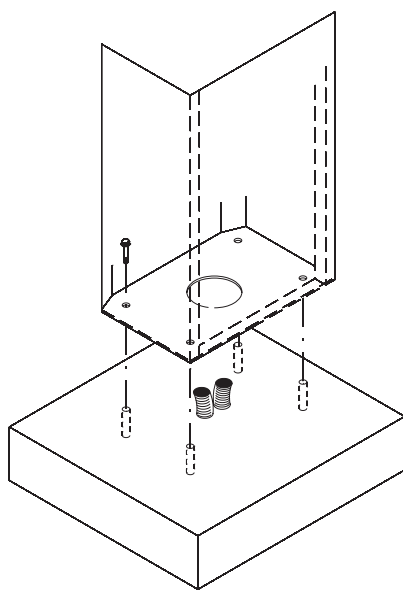
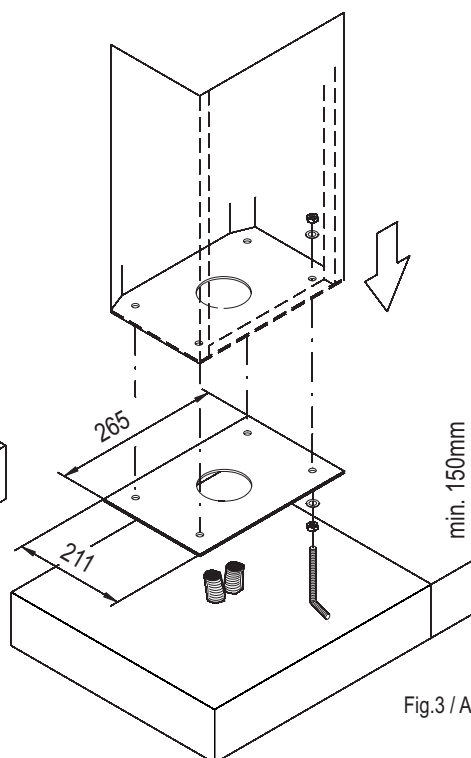

Fig. 2 / Abb. 2
Fig. 3 / Abb. 3
If the RAP-4 rests on a solid cement base, it may be fixed directly to the ground with 4 screw anchors dia. 12 (fig. 2) otherwise fixing may be done using the plate provided together with 8 nuts, 8 washers dia. 12 and 4 rag bolts (fig. 3). In this case, proceed as follows:
Wenn die RAP-4 auf einer soliden Grundlage aus Zement aufliegt, kann eine Schwelle mit 4 Spreizdübeln Ø 12 (abb. 2) direkt befestigt werden, bzw. kann die Befestigung mit Hilfe der Platte erfolgen, die zusammen mit 8 Muttern, 8 Unterlegscheiben Ø 12 und 4 Ankern geliefert wird (abb. 3). In diesem Fall ist wie folgt zu verfahren:
3. Die Montage **Platte-Anker** (abb. 3) durchführen.
Als de RAP-4 op een solide betonnen fundering steunt, dan kan de slagboom met 4 expansiepluggen met een diameter van 12 mm (fig. 2) rechtstreeks aan de grond bevestigd worden of de slagboom kan met behulp van de plaat bevestigd worden die met 8 moeren, 4 onderlegingen met een diameter van 12 mm en 4 ankers (fig. 3) bij de levering van de slagboom inbegrepen is. In dat geval moet u als volgt te werk gaan:
3. Monteer de **plaat met de ankers** (fig. 3).